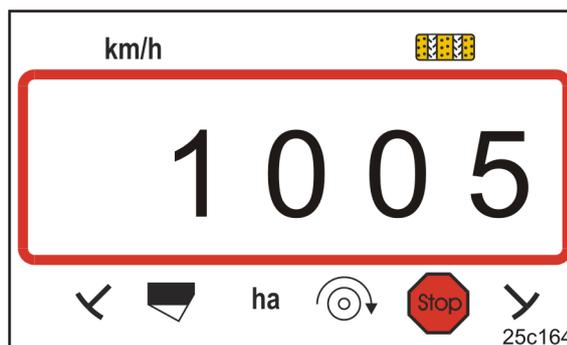

Fig. 20
- Das Display (Fig. 20) zeigt den Kalibrierwert (z.B. 1005 Imp./100 m) an.